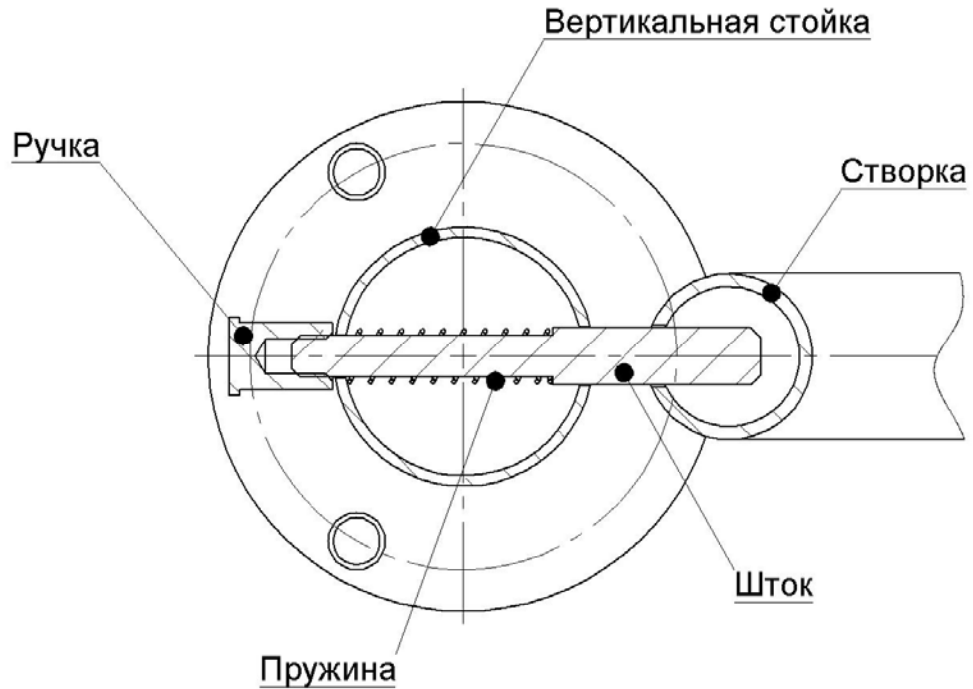

Рисунок 14 – Установка штока стопорного узла
Установите в рабочее положение шток стопорного узла, для чего отверните ручку со штока и установите его с пружиной в отверстие стойки (см. рисунок 14), после чего зафиксируйте ручкой. Шток на вертикальной стойке должен быть ориентирован в сторону створки поворотной секции.
9.1 При эксплуатации поворотной секции ограждения рекомендуется периодически (один раз в шесть месяцев) смазывать подвижные части стопорного узла (см. рис. 14) смазкой типа *ШРУС-4*.